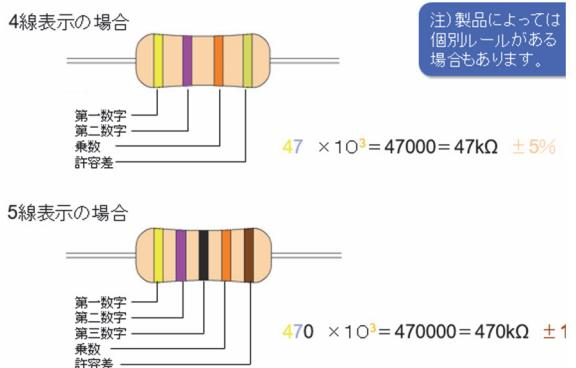

図 2-2 カラーバンドと抵抗値
- ・図2-2にカラーバンドと抵抗値の関係の例を示した。4本のカラーバンドでは黄、紫、オレンジで、それぞれ4、7、3で、第1、第2の4、7より有効数字は47であり、3番目のオレンジより